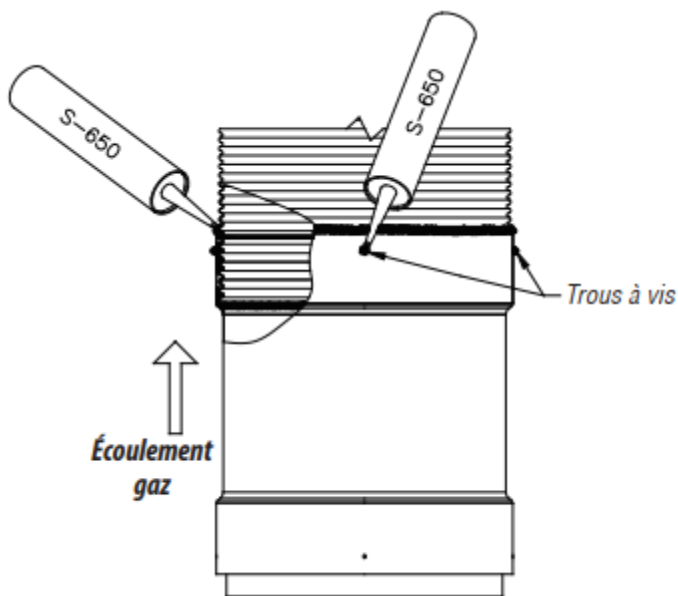

Figure 20 - Scellant S-650 pour le Secure Seal Flex
2.3. Ajoutez un cordon de scellant rouge S-650 tout autour de la jonction extérieure de l'adaptateur et de la flexible pour vous assurer que tout est bien scellé. Ajoutez également les trous de vis (Figure 20).